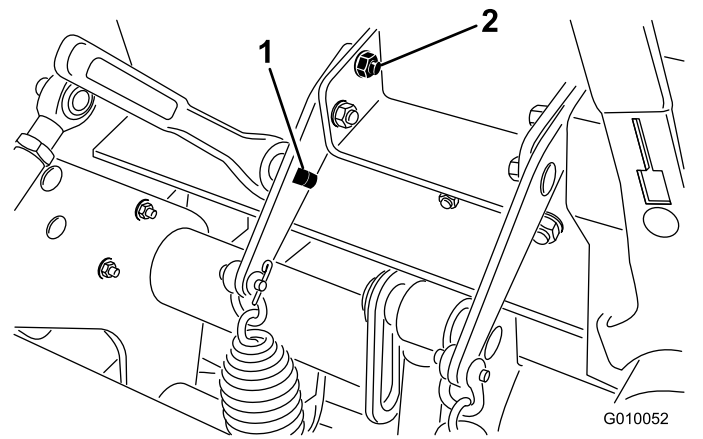

Figure 37
3. Insérez un manche à rochet de 1/2 pouce ou une barre de levier dans le trou carré du support de ressort (Figure 37).